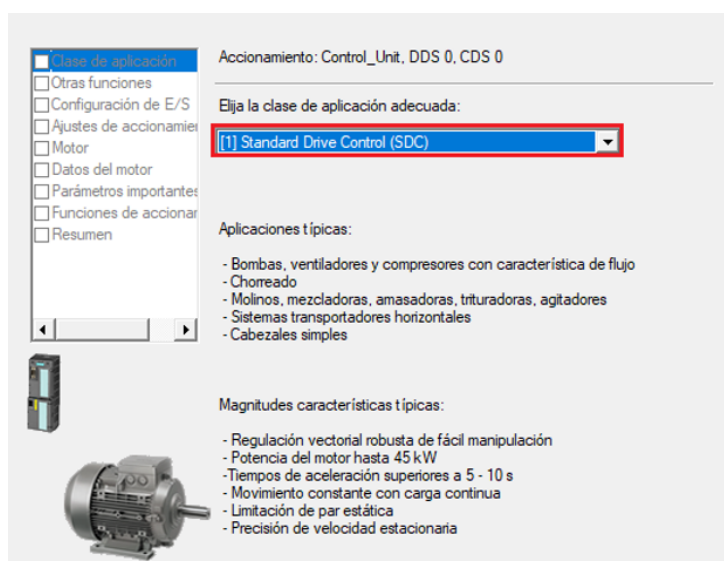

Figura 2.10: Clase de aplicación.
- En “Clase de aplicación” se puede elegir el tipo de aplicación en la que trabajara el accionamiento. La Figura 2.10 muestra que se ha seleccionado la opción “[1] Standard Drive Control (SDC)” la cual, es adecuada para aplicaciones como bombas, ventiladores, compresores, etc.